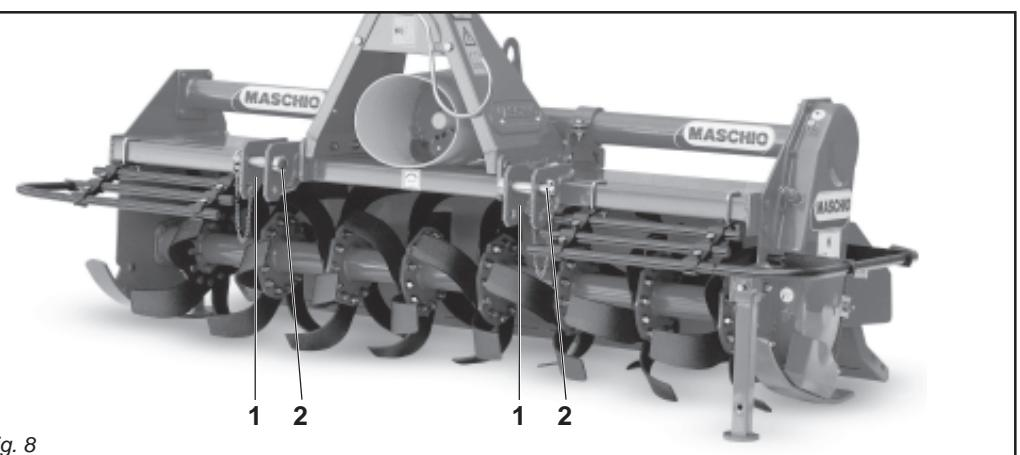

Fig. 8
In base alle dimensioni specifiche di questi 2 tipi di attacchi dei trattori è necessario determinare la posizione più favorevole della macchina spostando opportunamente sul tubo quadro le piastra (1 Fig. 8) e inserendo i perni (2 Fig. 8) nei fori corrispondenti al giusto diametro delle parallele del trattore.
Depending on the precise dimensions of these two types of hitches, find the best position for the machine by moving the plates (1 Fig. 8) along the square tubular and inserting the pin (2 Fig. 8) in the holes corresponding to the correct diameter for the tractor's parallel arms.
En fonction des dimensions spécifiques de ces deux types d'attelages des tracteurs il faut déterminer la position la plus favorable de la machine en déplaçant, sur le tube carré, les plaques (1 Fig. 8) et introduire les axes (2 Fig. 8) dans les trous correspondant au bon diamètre des parallèles du tracteur.
Alle Maschinen können an jedem beliebigen Schlepper mit Universal-Dreipunktaufhängung der 1. und 2. Kategorie angebaut werden. Aufgrund der spezifischen Abmessungen dieser beiden Schlepperanschlüsse kann man die günstigste Position der Maschine festlegen, indem man die Platten (1 Abb. 8) auf dem Vierkantrohr verschiebt und die Bolzen (2 Abb. 8) in die entsprechenden Bohrungen mit dem richtigen Durchmesser auf dem Schleppergestänge einsteckt.
En relación a las dimensiones específicas de estos dos tipos de enganche de los tractores hace falta determinar la posición más favorable de la máquina desplazando oportunamente en el tubo cuadrado las placas (1 Fig. 8) e introduciendo los pernos (2 Fig. 8) en los orificios correspondientes al correcto diámetro de las paralelas del tractor.
Le piastre (1 Fig. 8) vanno montate sempre e solo come mostrato in Fig. 8 con i fori posizionati anteriormente al tubo quadro.
- 1) Accostare le parallele del sollevatore ponendole all'interno delle piastre (1 Fig. 8), inserire il perno (2 Fig. 8) nel foro predisposto e bloccare con le copiglie a scatto.
The plates (1 Fig. 8) must always and only be mounted as shown in Fig. 8 with the holes towards the front of the square tubular.
- 1) *Near the lift bars, setting them in the most suitable plates (1 Fig. 8). Insert the pin (2 Fig. 8) into the relative hole and lock in place with the snap-in split pins.*
Les plaques (1 Fig. 8) doivent obligatoirement être montées comme illustré dans la Fig. 8 en utilisant les trous placés à l'avant du tube carré.
- 1) *Approchez les barres du relevage en les plaçant à l'intérieur des plaques les plus appropriées (1 Fig. 8), introduisez l'axe (2 Fig. 8) dans le trou correspondant et bloquez par les goupilles à encastrement.*
Die Platten (1 Abb. 8) dürfen nur und ausschließlich so montiert werden, wie es in Abb. 8 gezeigt ist, nämlich mit den Bohrungen, die vor dem Vierkanthrohr angeordnet sind. Der Hersteller haftet nicht für die Beschädigung der Maschine oder des Schleppers infolge der Nichtbeachtung dieser Angabe.
- 1) *Die Lenker des Krafthebers annähern und in die am besten geeigneten Platten schieben (1 Abb. 8). Den Bolzen (2 Abb. 8) in das Loch stecken und mit dem einrastenden Splint blockieren.*
Las placas (1 Fig. 8) deben ser montadas siempre y solamente según lo indicado en la Fig. 8 con los orificios posicionados delante del tubo cuadrado. La firma constructora no es responsable de rupturas en la máquina o en el tractor originadas por falta de respeto de esta indicación.
- 1) Acercar las barras del elevador poniéndolas dentro de las placas más indicadas (1 Fig. 8), introducir el perno (2 Fig. 8) en el orificio y bloquear con los pasadores de resorte.